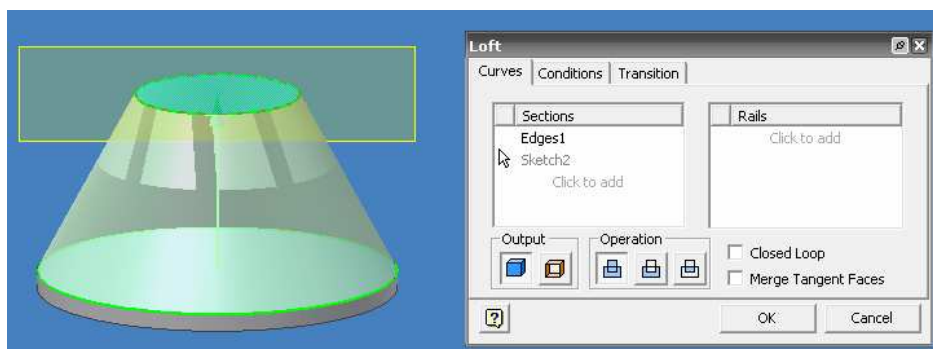
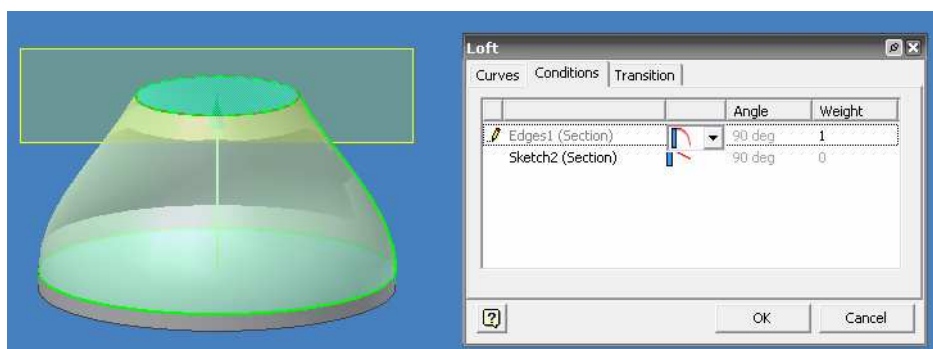

Figura 3.49A Uso del comando LOFT usando un camino recto.
Figura 3.49B Uso del comando LOFT usando un camino curvo.
- Como resultado obtendrá un cono, pero si desea que el camino a seguir sea curvo en lugar de recto como el mostrado en la figura 3.49A, entonces diríjase a CONDITIONS (condiciones) y cambie la pestaña de FREE CONDITION (condición libre) a TANGENT CONDITION (condición tangente) para obtener la figura 3.49B.